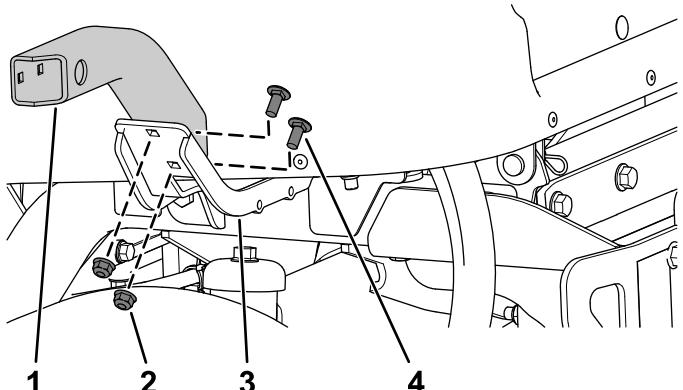

Bild 18
4. Befestigen Sie die linke kurze Befestigung mit zwei Schlossschrauben (5/16" x 3/4") und zwei Bundmuttern (5/16") an der linken Befestigung, wie in Bild 18 dargestellt.